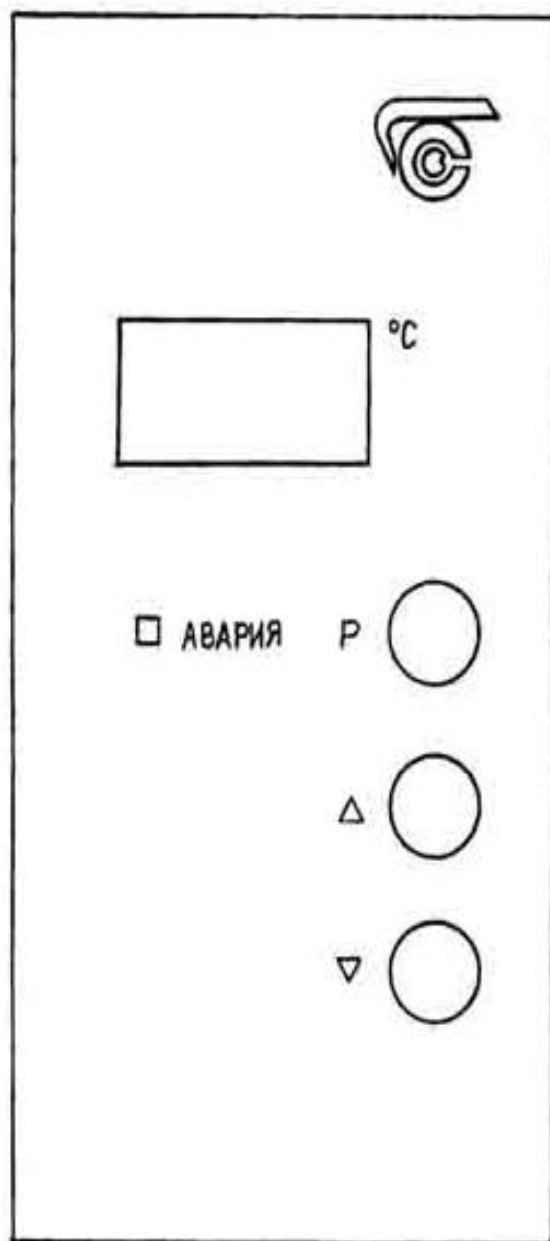

Рис. 1
8.3. Нажать клавишу «Р» на лицевой панели двери (рис.1), при этом на цифровом табло высветится заданная ранее температура в мигающем режиме, а в крайнем правом разряде цифрового индикатора высветится точка, что свидетельствует о возможности корректировки программы.